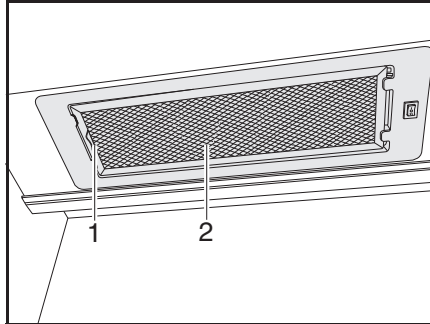

Bild 147 Campana
- Empujar la palanca (Bild 147,1) hacia dentro.
- Quitar el filtro (Bild 147,2) tirando hacia abajo.